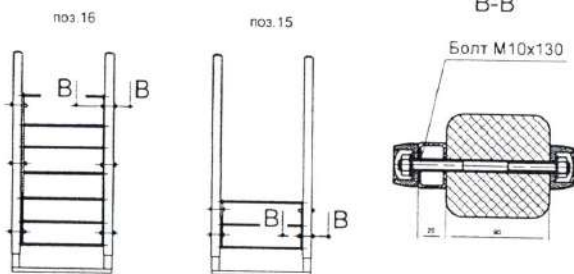

Рисунок 6
- 1.5 Установить лестницы шведские поз. 15, 16. (рисунок 6)